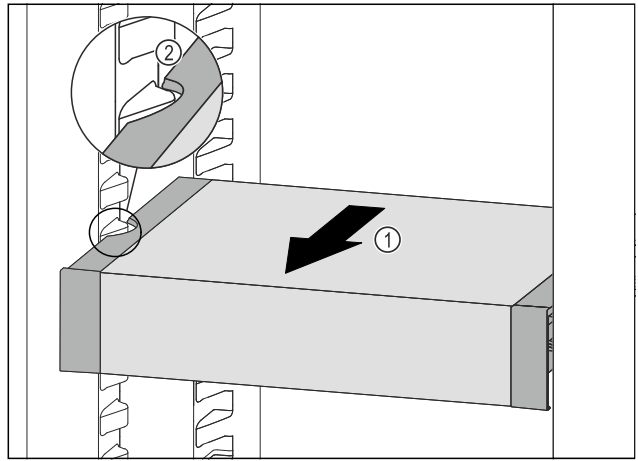

Fig. 184
- Tirer le VarioSafe vers l'avant Fig. 184 (1) jusqu'à ce que les encoches latérales du VarioSafe se trouvent au niveau de la nervure du bac dans la partie réfrigérateur.
- Fig. 184 (2)